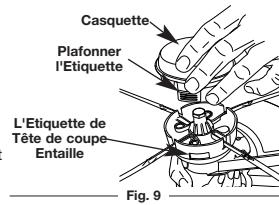

Fig. 9
8. Replacez le couvercle de la tête de coupe en place en alignant les languettes du couvercle avec les encoches à languettes de la tête de coupe. (Fig. 9)